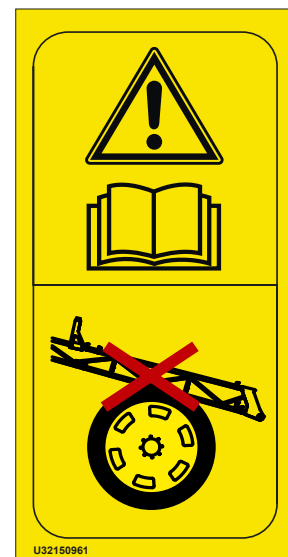

Abb. 8
- Achten Sie bei der Bewegung der Gestänge darauf, die Maschinenräder nicht anzustoßen. Ein zu hohes Senken der Gestänge würde einen Zusammenstoß zwischen Reifen und Gestänge verursachen und große Probleme an der Maschine entstehen lassen (Abb.8).